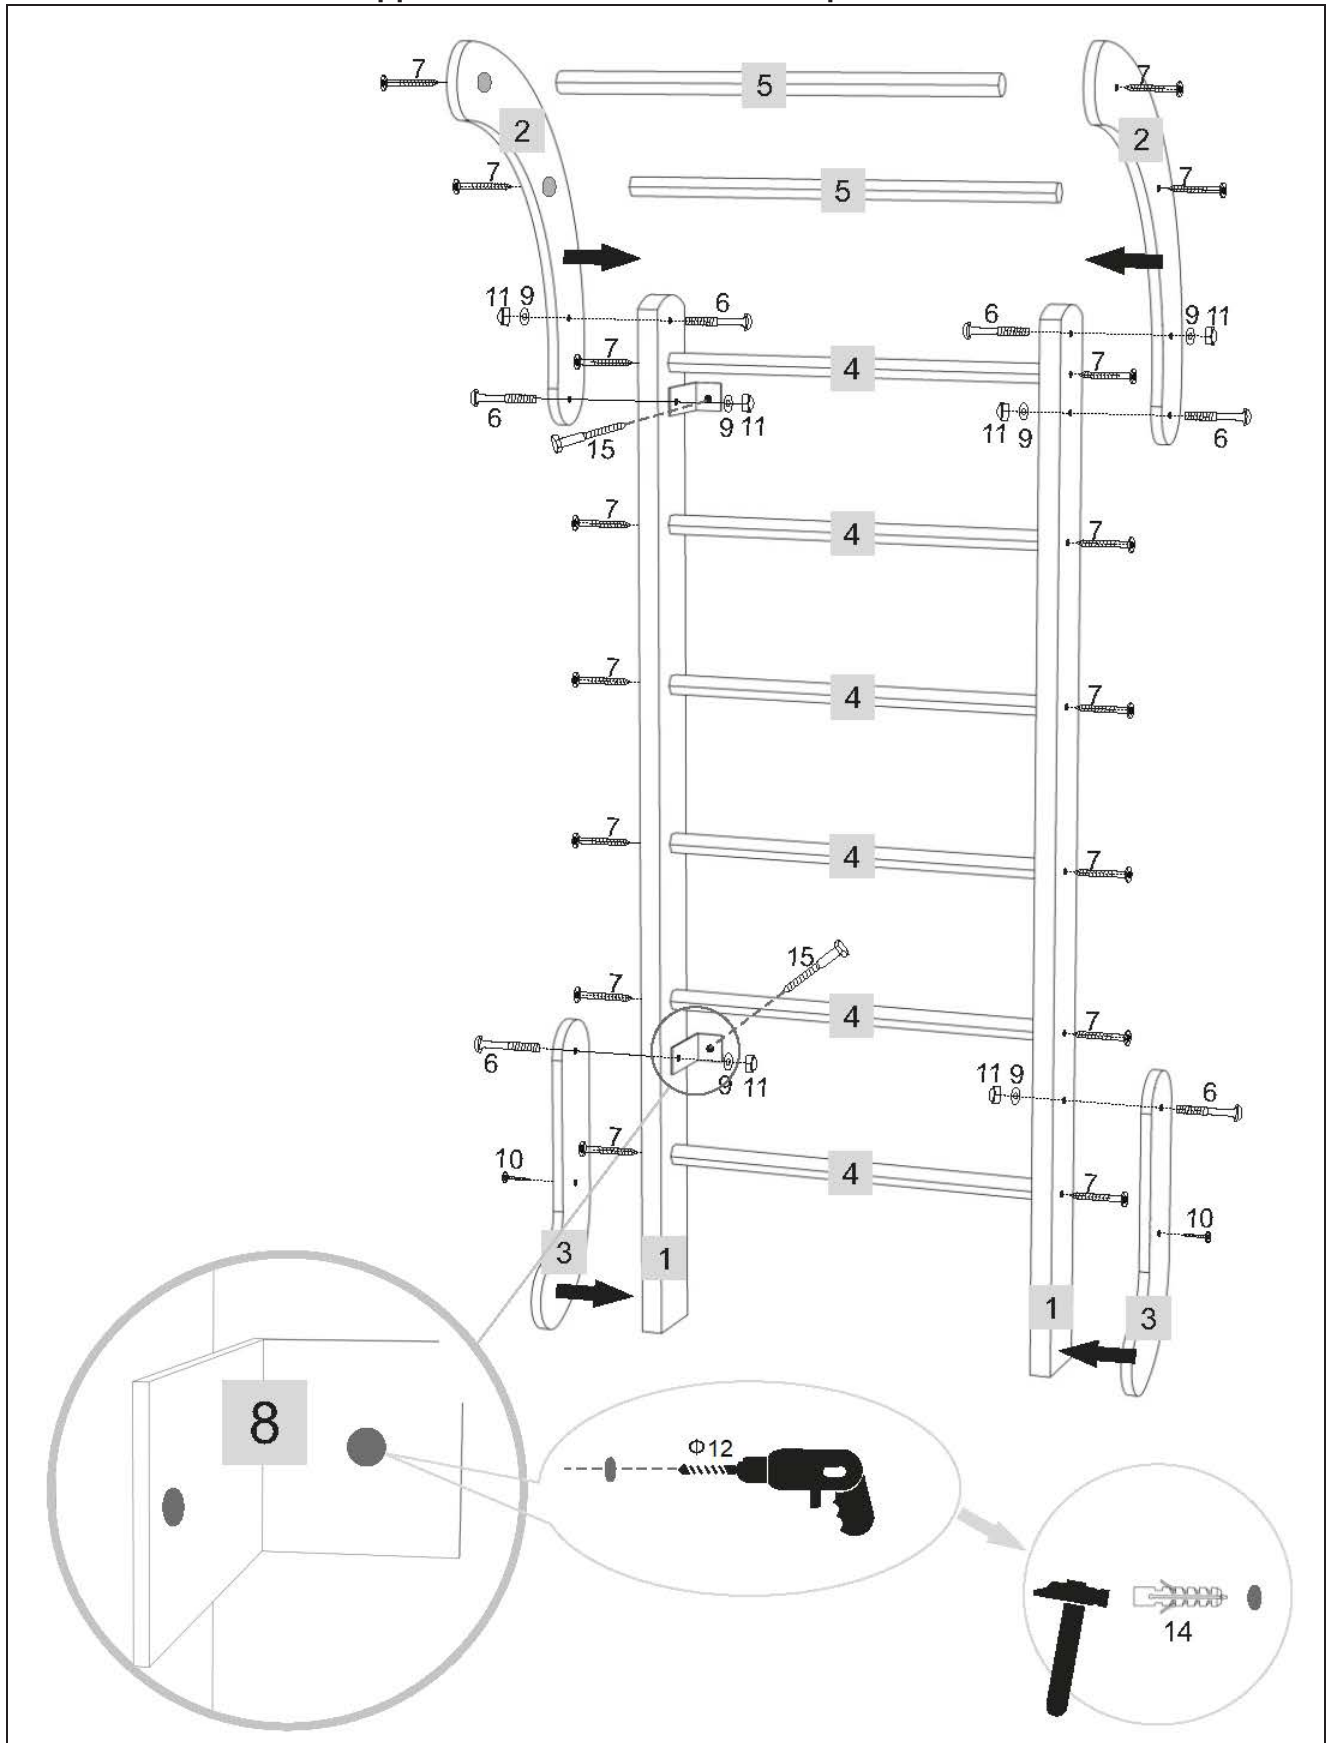

Рисунок 1
4.1.6. Установить на нижнюю часть стоек (№1) с внешней стороны нижние изогнутые стойки (№3), а с внутренней стороны установить пристенные крепежные кронштейны (№8) и соединить конструкцию болтами (№6) шайбой (№9) и колпачковой гайкой (№11) (рисунок 1).